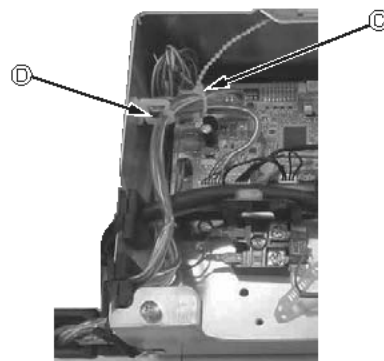
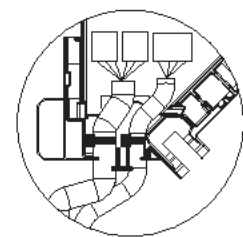

Fig. 10-14
Fig. 10-15
- Τοποθετήστε τα προεξέχοντα τμήματα των συρμάτων διακλάδωσης του αισθητήρα i-See και του δέκτη σήματος στο κιβώτιο ηλεκτρικών εξαρτημάτων μέσα στο κλιπ συρμάτων, όπως φαίνεται στο διάγραμμα, και στερεώστε τα σύρματα μεταξύ τους με το σφιγκτήρα. (Fig. 10-14) Βεβαιωθείτε ότι η ταινία που στερεώνει τα σύρματα διακλάδωσης του αισθητήρα i-See και του δέκτη σήματος έχει τοποθετηθεί στο εσωτερικό του πίνακα σύνδεσης. (Fig. 10-15)